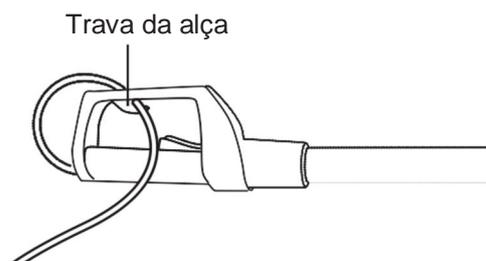

Figura 10
3. Para alívio da tensão do cabo de alimentação, faça uma volta e passe-o através da abertura na alça, insirindo-o na trava. Veja a Figura 10, à direita.